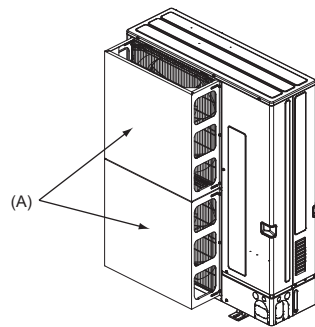

Fig. 2-4
- (2) Si la unidad está situada en un lugar expuesto a vientos fuertes como huracanes que puedan entrar en la salida de aire coloque una guía para la salida de aire o una guía de aire. (Fig. 2-4)